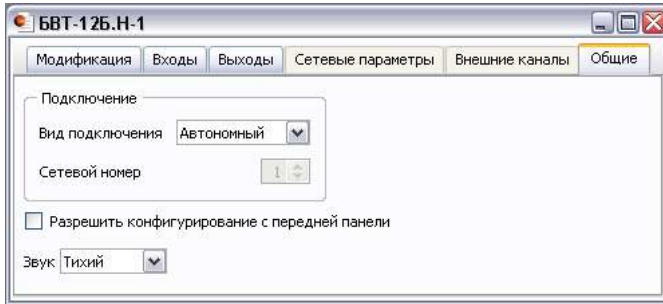

Рис. 12.6. Закладка «Общие» окна файла конфигурации
1. Выбрать закладку «Общие» (рис. 12.6).